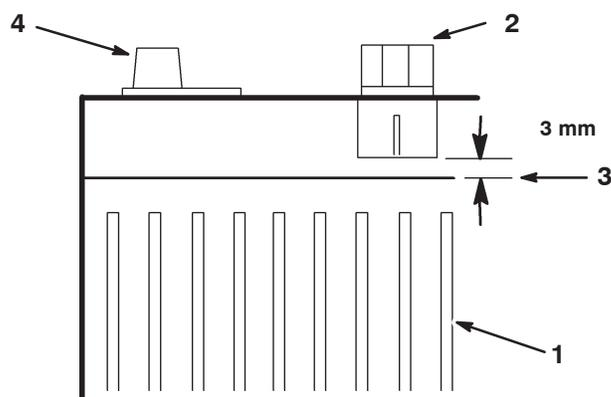

Figure 31
7. Ajoutez juste assez d'eau distillée pour que le niveau de l'électrolyte arrive à 3 mm du bas de chaque logement de remplissage (Fig. 31).